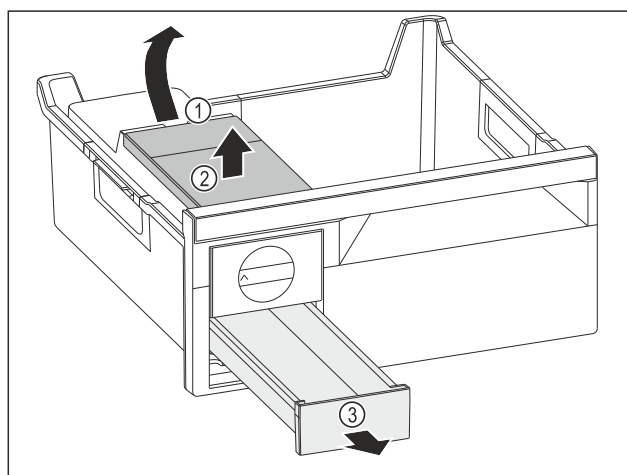

Fig. 130
- ▶ Vađenje spremnika za vodu: Podignite spremnik za vodu na otvoru Fig. 130 (1).
- ▶ Izvadite spremnik za vodu Fig. 130 (2) prema gore.
- ▶ Izvadite ladicu Fig. 130 (3) prema naprijed.